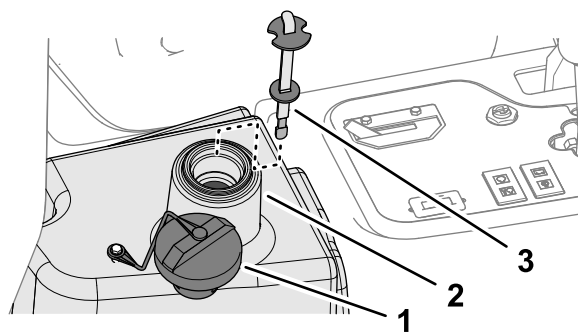

Figura 95
4. Encha o reservatório (Figura 95) com aproximadamente 22,7 litros de fluido hidráulico; consulte a Especificações do fluido hidráulico \(página 63\).